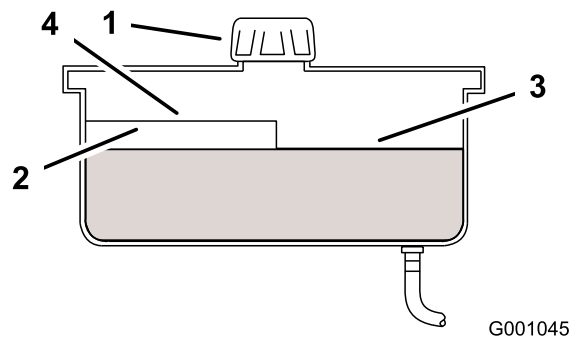

Figure 58
4. Nettoyez la surface autour du bouchon et du goulot de remplissage du réservoir hydraulique (Figure 58).
6. Vérifiez le niveau d'huile à l'intérieur du réservoir (Figure 58).
**Remarque:** Lorsque l'huile est chaude, elle doit atteindre le haut du repère "à chaud" sur le déflecteur (Figure 58).